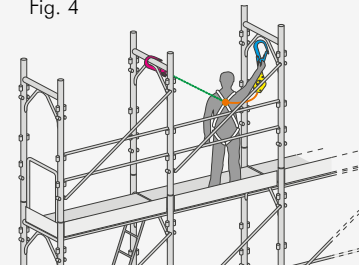

Fig. 5
To reach the second floor, the operator installs an EN 795 sling (5) on the internal (nearest to the building) upright/standard near to the access hatch. He now climbs the ladder until his waist is level with the second floor and then attach himself to the previously-installed sling with an EN 355 energy absorbing lanyard (Fig. 5). Once on his feet on the second floor, the sling should be tight so that the operator cannot fall off the scaffold (Fig. 6). At this point the operator can install the nearest standard/upright, attaching himself to it using the EN 360 retractable type fall arrester and continue building the scaffold as for the previous level.
Para llegar al segundo nivel, el usuario debe instalar un anillo EN 795 (5) en el montante recto interior (más próximo al edificio), junto a la escotilla de acceso. A continuación, puede trepar por la escalera sin que su cintura supere la escotilla del segundo nivel y, seguidamente, debe engancharse al anillo previamente instalado con un elemento de amarre con absorbedor de energía EN 355 (Fig. 5). Una vez con los pies en el segundo nivel, el anillo debe quedar tensado, de modo que el usuario no pueda caerse del andamio (Fig. 6). En este punto, el usuario puede instalar el montante más cercano y engancharse al mismo con el sistema anticaídas retráctil EN 360, para continuar con el montaje del andamio siguiendo el mismo procedimiento.